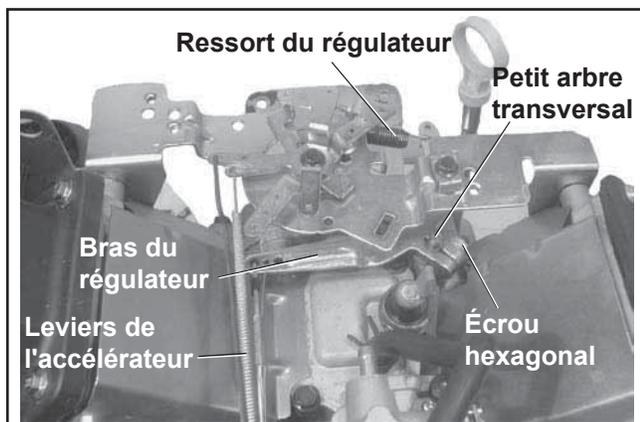

Figure 5-39. Leviers du régulateur.
- Une extrémité du petit arbre transversal déborde à travers le carter moteur. L'action tournante du petit arbre transversal est transmise au levier d'accélérateur du carburateur par les leviers externes de l'accélérateur. Voir la Figure 5-39.
Effectuer ce réglage chaque fois que le bras du régulateur est desserré ou enlevé du petit arbre transversal. Voir la Figure 5-39 et régler comme il suit :